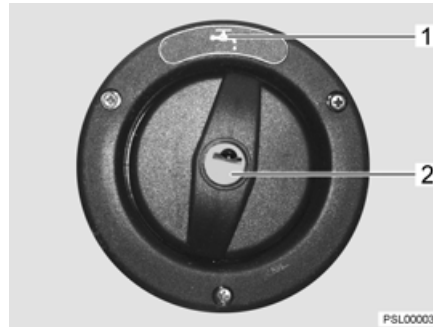

Bild 165 Verschlussdeckel für Trinkwasser-Einfüllstutzen
Der Trinkwasser-Einfüllstutzen ist mit dem Symbol "☰" (Bild 165,1) gekennzeichnet. Der Verschlussdeckel wird mit dem Schlüssel für die Außenklappenschlösser geöffnet und verschlossen.
- Schlüssel in Schließzylinder (Bild 165,2) stecken und eine viertel Umdrehung entgegen dem Uhrzeigersinn drehen.